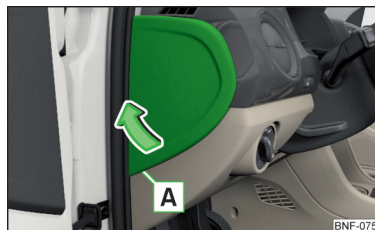

Bild 167
- Stick in en spårskruvmejsel i urtaget  i locket » bild 167.